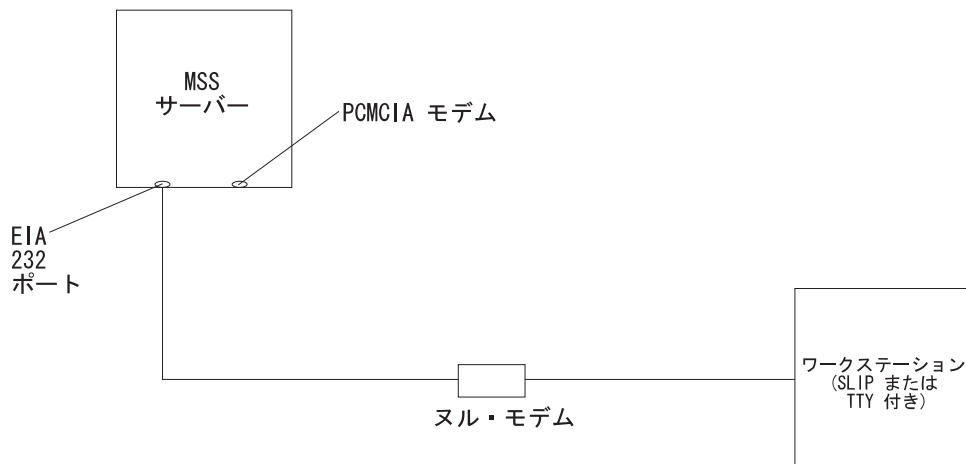

図 1. EIA-232 ポートへのローカル・シリアル接続
- EIA-232 232 サービス・ポートに接続されたヌル・モデム・ケーブルを介したローカル接続 (10ページの図1 を参照)